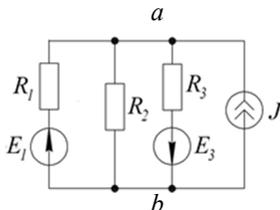

Рис. 28. Конфигурация расчетной электрической цепи
**Пример 3.** Для изображенной электрической цепи (рис. 28) определите токи ветвей методом двух узлов и сделайте проверку баланса мощности. Значения параметров электрической цепи:  $E_1 = 20 \text{ В}$ ,  $E_3 = 30 \text{ В}$ ,  $R_1 = R_2 = 10 \text{ Ом}$ ,  $R_3 = 20 \text{ Ом}$ ,  $J = 2 \text{ А}$ .